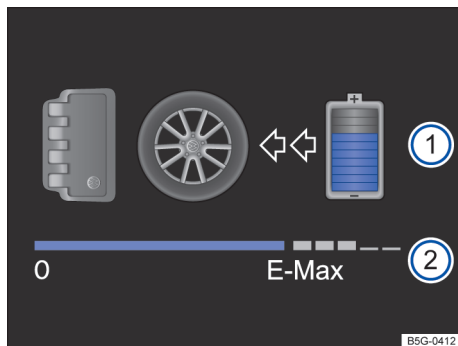

Fig. 18 No display do instrumento combinado: indicação do fluxo de energia ① e indicador da disponibilidade de potência elétrica ②.
O fluxo de energia da propulsão híbrida é exibido no display dos instrumentos combinados com base em representações simbólicas e setas → Fig. 18 ①.
No modo de condução E-MODE  (condução elétrica), é exibido no display do instrumento combinado a disponibilidade de potência momentânea da propulsão elétrica → Fig. 18 . Em todos os outros modos de operação, a exibição está inativa (em cinza).